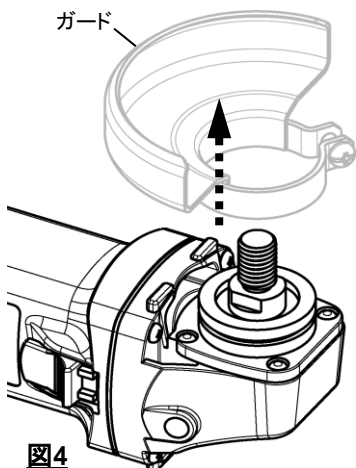

図4
2. グラインダ標準付属のガードを取り外してください。(図4)